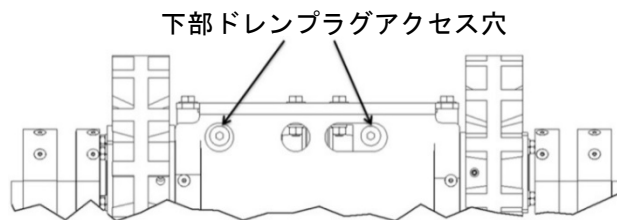

図 38. 下部ドレンプラグアクセス穴の位置 (モデル#1)
3. 左側のギヤボックスのオイルを抜く。初めに廃油容器を下部ドレンプラグの下に置き、フレーム底面にある下部ドレンプラグアクセス穴からレンチ等で下部ドレンプラグを外すとオイルが流れ出る。(図38参照)